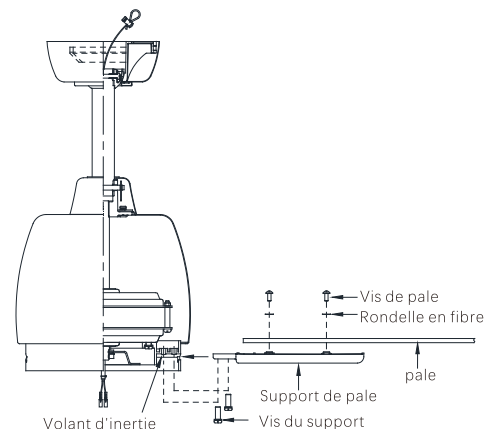

Fig.15
Étape 1. Fixer les pales sur les supports de pale à l'aide des vis de pale et des rondelles en fibre fournies. (Fig. 15) Au moment de monter les pales sur les supports de pale, assurez-vous que les pales sont plates. Serrez chaque vis de pale pour la fixer, puis répétez l'opération pour chaque pale.
Étape 2. Insérez un support de pale dans le volant moteur. (Fig. 15) Alignez les trous de montage du support de pale avec les trous de montage du volant moteur, fixez le support de pale au volant moteur à l'aide des vis du support fournies, et serrez les vis du support pour les fixer. Répétez l'opération pour les autres supports de pale.